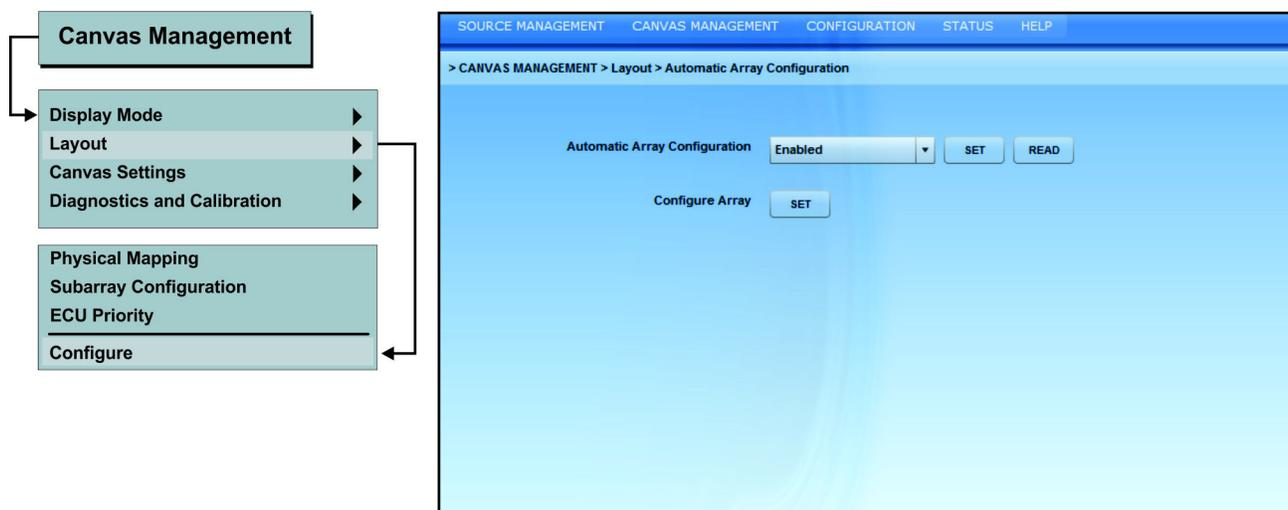

Рис. 3-27 Автоматическая настройка массива
1. В меню **Управление холстом** выберите пункт **Схема размещения > Настроить** (Рис. 3-27).
2. Когда появится меню, показанное на **Рис. 3-27**, выберите значение **Включено** в меню **Автоматическая настройка** и нажмите кнопку **Задать**. В этом режиме программное обеспечение обнаруживает изменения в конфигурации массива и автоматически перенастраивает его. Например, программное обеспечение обнаруживает добавление и удаление ячеек, перемещение ячеек, изменение подмассивов и ячеек, расположение которых задано вручную, и изменяет конфигурацию массива в соответствии с этими изменениями.
2. В меню **Информация о системе** выберите **Внешний модуль управления (Рис. 3-36)** или **Ячейки (Рис. 3-27)** для просмотра текущей установленной версии встроенного программного обеспечения. При необходимости нажмите кнопку **Считать все** для обновления информации в окне. Чтобы получить информацию, нужно выбрать один ECU или одну ячейку.